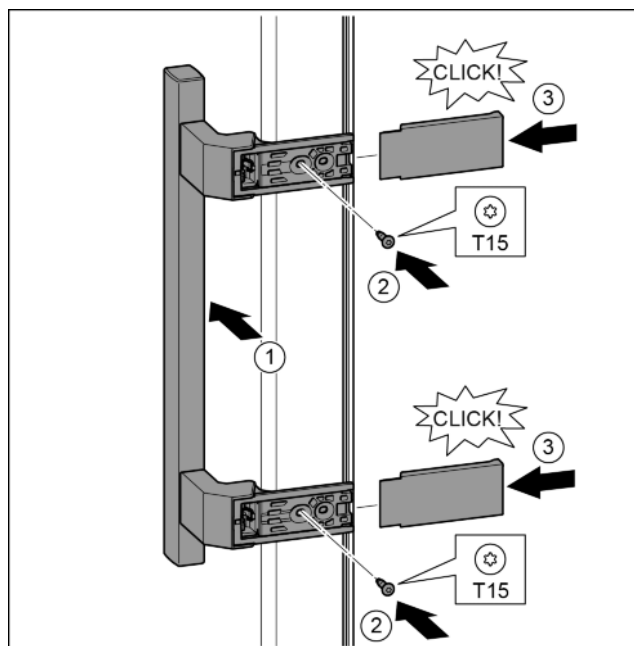

Fig. 16
- ▶ Griff auf der Gegenseite ansetzen. Fig. 16 (1)
- ▶ Schrauben mit Schraubendreher T15 festschrauben. Fig. 16 (2)
- ▶ Abdeckungen seitlich ansetzen und aufschieben. Fig. 16 (3)